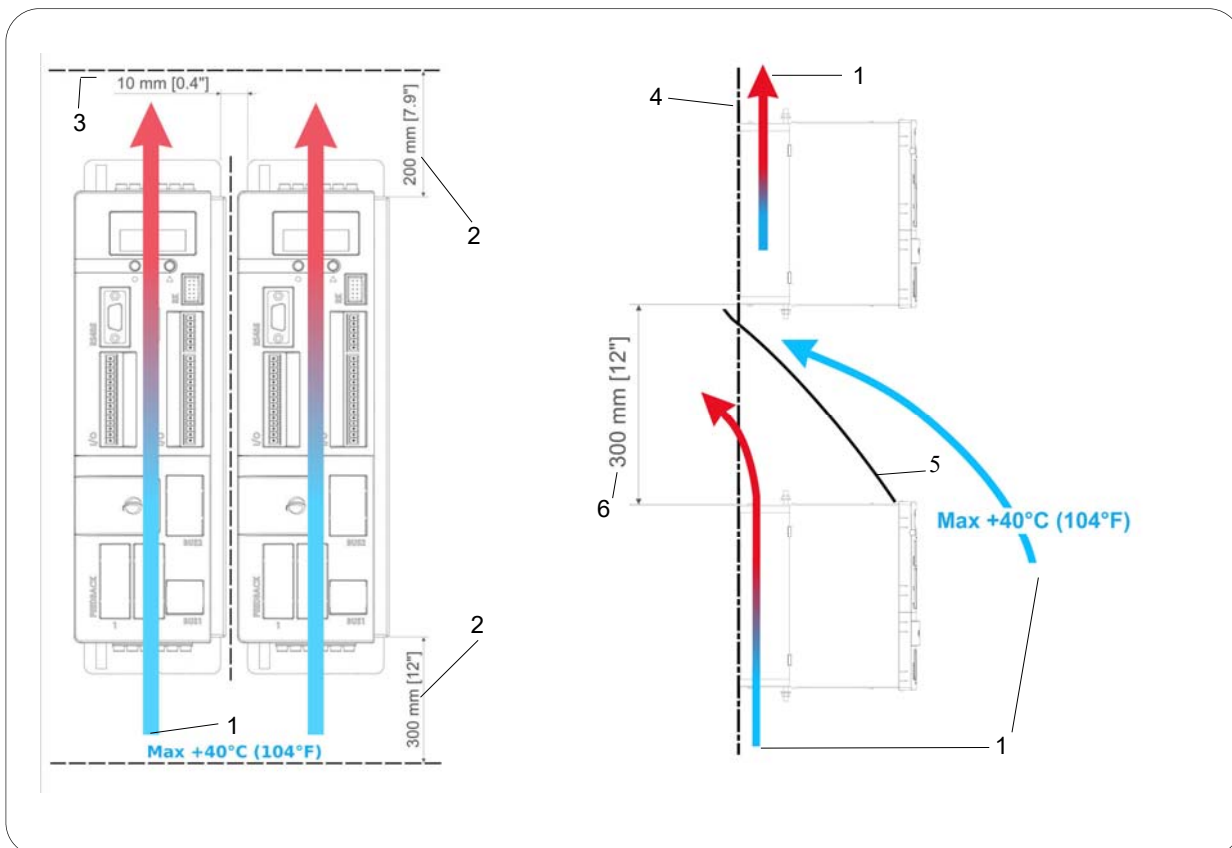

FIG. 5A (Installazione / Installation)
- 1) Posizionare l'azionamento **OPDE** mantenendo le misure minime di posizionamento (v. **FIG. 5A**)
È OBBLIGATORIO INSTALLARE PIÙ AZIONAMENTI OPDE COME RIPORTATO IN FIG. 5A PER GARANTIRNE UNA BUONA VENTILAZIONE, SENZA CHE IL FLUSSO D'ARIA DI RAFFREDDAMENTO DI UN AZIONAMENTO INFLUISCA NEL L'ALTRO AZIONAMENTO.
- 1) Position the **OPDE** drive observing the minimum clearances around it (see **FIG. 5A**);
IF SEVERAL OPDE DRIVES ARE TO BE INSTALLED, INSTALL THEM AS ILLUSTRATED IN FIG. 5A TO ENSURE PROPER VENTILATION AND PREVENT THE COOLING AIR FLOW FROM ONE DRIVE FROM INTERFERING WITH THE OTHER DRIVE.